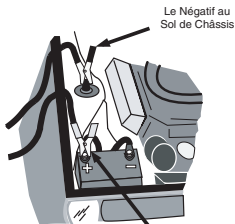

Figure 1 Positif
4. Déterminer quelle borne de la batterie est mise à la masse (reliée au) sur le châssis. Si la borne négative est mise à la masse sur le châssis (comme dans la plupart des véhicules), voir la figure 1 et l'instruction "5a". Si la borne positive est mise à la masse sur le châssis, voir la l'instruction "5b".